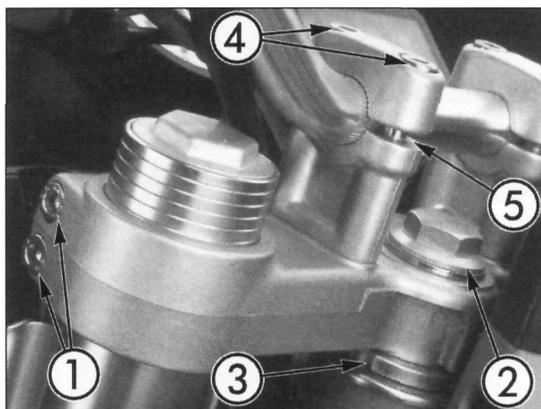

Bild 54
- Klemmschrauben ① Bild 54 der oberen Gabelbrücke links und rechts lockern. Lenkschaftschraube ② um eine Umdrehung lösen.
- Nutmutter ③ mit Hakenschlüssel oder langem Durchschlag nachsetzen oder lockern, bis kein Spiel im Lager spürbar ist und Lenker leicht von Anschlag zu Anschlag zu schwenken ist.
- Die Lenkschaftschraube ② und dann Klemmschrauben ① anziehen. Anzugsmomente siehe Seite 18.